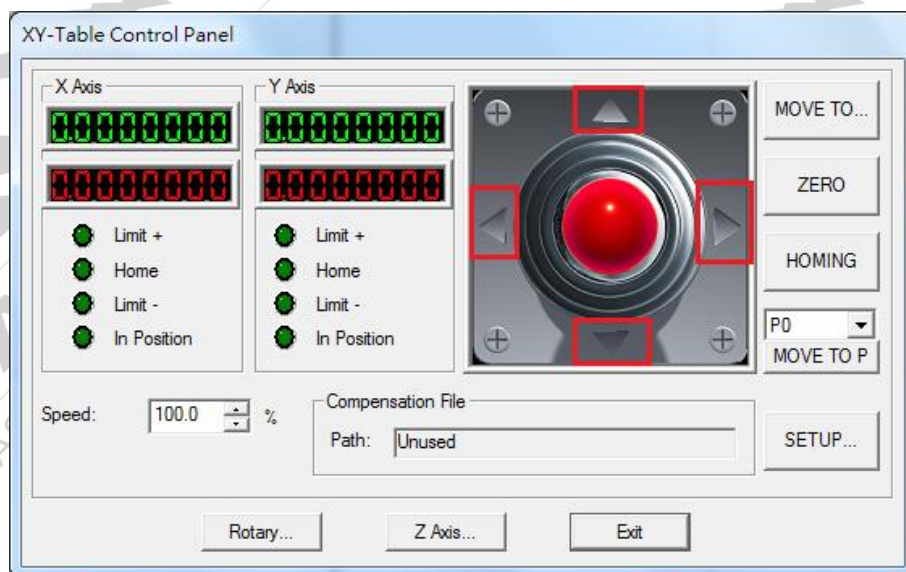

図 1.7.24
XYテーブルを制御するには、まずオブジェクトブラウザのレイヤーオブジェクトをクリックしてXYテーブル関数をアクティブにしてから、プロパティテーブルのXYテーブルページに移動してこの機能を有効にする必要があります。この後、 ボタンをクリックし、さらに設定を行います（図1.7.24参照）。
2. XYテーブルを移動するには、4つの方向ボタン（図1.7.24の赤い部分）をクリックします。